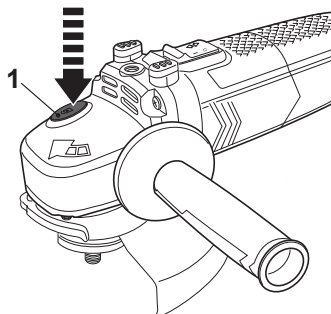

Fig. 10
> Presione el botón de bloqueo del husillo (1) y gire el husillo hasta que se bloquee en posición (Fig. 10).